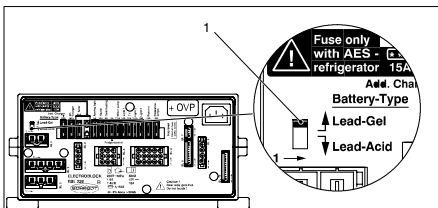

Bild 1 Batterie-Wahlschalter
- Sicherstellen, dass der Batterie-Wahlschalter (Bild 1, Pos. 1) je nach eingesetzter Batterie in der richtigen Stellung steht.
- Den Batterie-Wahlschalter (Bild 1, Pos. 1) mit einem dünnen Gegenstand (z. B. Kugelschreibermine) in die entsprechende Position bringen: